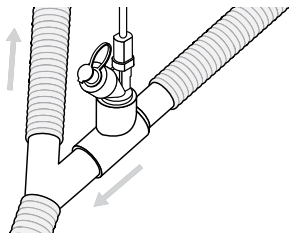

Figura 5. Collegamento di Aerogen Solo a un circuito di respirazione per adulti
1. Nei **circuiti di respirazione per adulti** da 22 mm collegare il nebulizzatore al ramo inspiratorio del circuito di respirazione inserendo l'elemento a T per adulti prima del raccordo a Y diretto al paziente (Figura 5).
Nei **circuiti di respirazione pediatrici** da 15 mm, collegare il nebulizzatore al ramo inspiratorio del circuito di respirazione inserendo l'elemento a T pediatrico prima del raccordo a Y diretto al paziente, come mostrato per l'elemento a T per adulti in Figura 5.
Nella preparazione ospedaliera e domestica, il Aerogen Solo è idoneo all'uso con pazienti sottoposti a tracheostomia con ventilazione meccanica (Figura 5, 7, 8 e 9).
Il nebulizzatore Aerogen Solo è idoneo all'uso con la ventilazione non invasiva in un circuito a due rami, come illustrato nelle Figura 5, 7, 8 e 9.